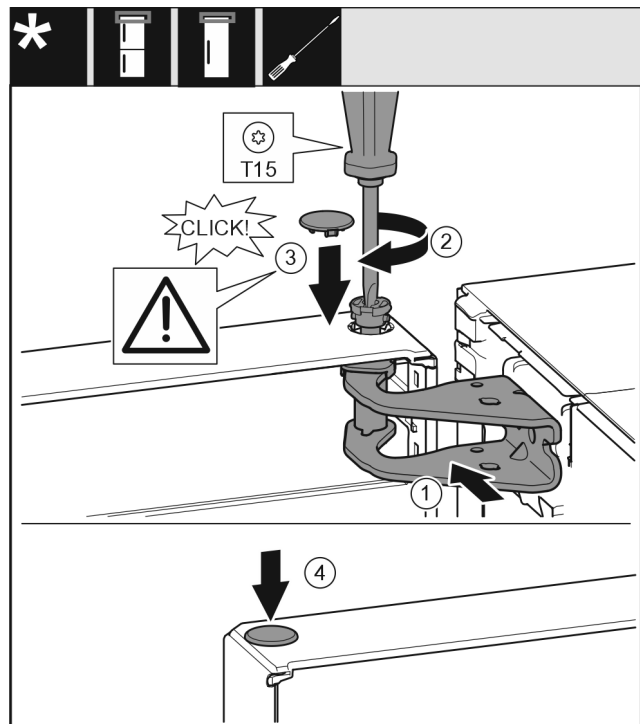

Fig. 22
- Aligner la porte en haut sur l'ouverture du support de palier Fig. 22 (1).
- Insérer l'axe Fig. 22 (2) et le serrer avec un tournevis.
- Installer le couvercle Fig. 22 (3).
- Vérifier que le couvercle Fig. 22 (3) repose bien sur la porte.
- Installer le couvercle Fig. 22 (4).